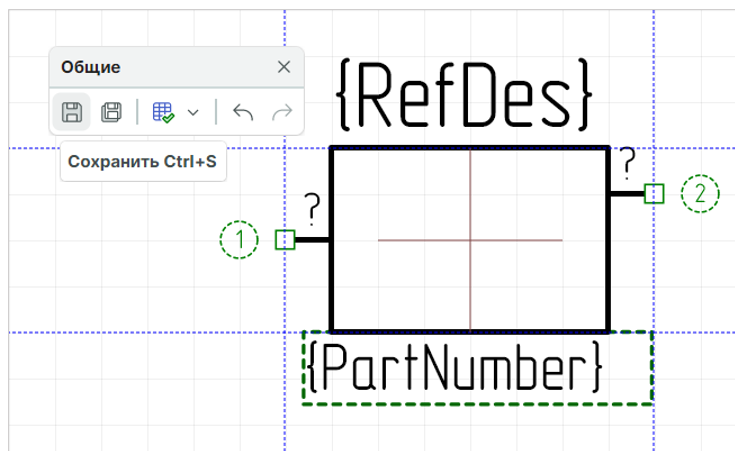

Рис. 177 Создание и сохранение УГО для базового типа представления (при повороте на 0°)
1. Создайте графику УГО, разместите выводы, заполните всю необходимую информацию по атрибутам и стилю их отображения, нажмите «Сохранить» на панели инструментов «Общие», Рис. 177.